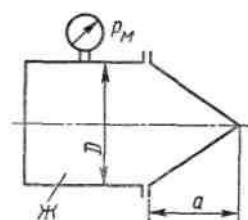

Рис. 6
6. Определить силу давления на коническую крышку горизонтального цилиндрического сосуда диаметром D , заполненного жидкостью Ж (рис.6). Показание манометра в точке его присоединения - p_m . Показать на чертеже вертикальную и горизонтальную составляющие, а также полную силу давления